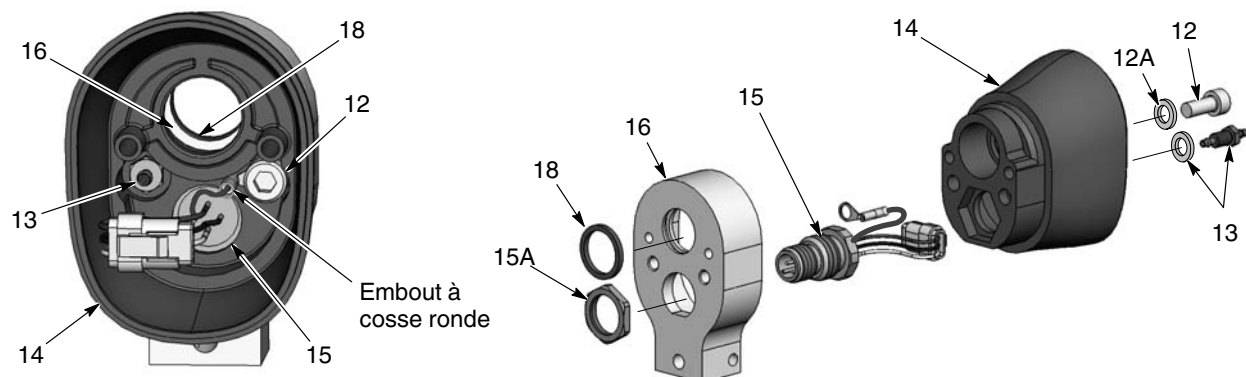

Figure 24 Démontage du pistolet à fixation sur barre 3 sur 3
8. Voir la figure 24. Pour démonter l'arrière du corps, retirer la vis (12), la rondelle frein (12A) et le raccord cannelé ainsi que la rondelle frein (13) de l'intérieur de l'arrière du corps (14). Une clé hexagonale de 3 mm et une douille profonde 1/4" sont nécessaires.
9. Retirer l'écrou (15A) de la prise (15), retirer l'adaptateur de l'arrière du corps du pistolet et faire passer le faisceau de la prise à travers le corps.
10. Examiner la quadruple bague (18) dans l'adaptateur (16) et la remplacer si elle est abîmée.